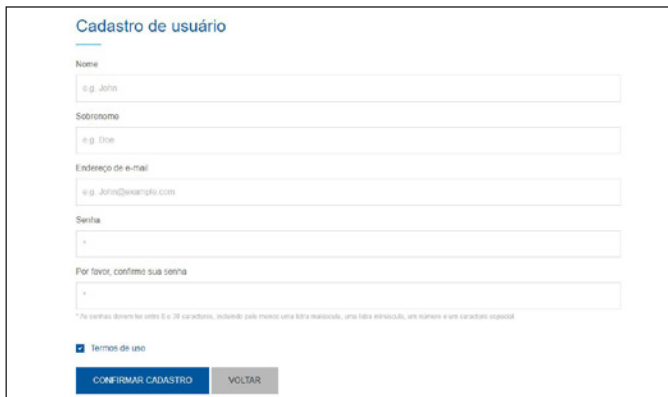

Figura 2 - Tela inicial, criar conta.
- Se você estiver acessando esta página pela primeira vez, clique em “Criar”, conforme demonstrado na Figura 2 para cadastrar uma conta.